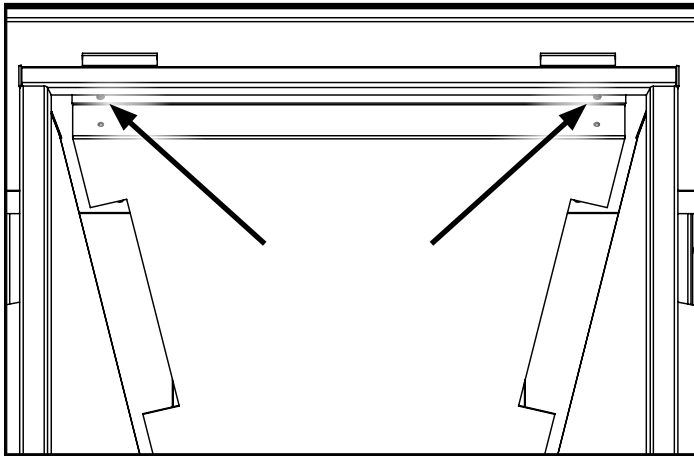

Figure 57. Baffle Screws.
2. Retirez le déflecteur chambre de combustion en dévissant les deux vis indiquées sur la figure 57 avec un tournevis T20. Abaissez l'avant du déflecteur vers le bas puis soulevez-le des deux vis de montage à l'arrière du foyer.